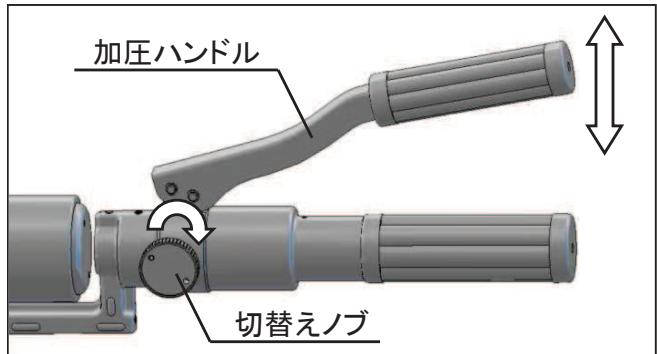

図5
4. 切替えノブを右(パンチング側)に回し、加圧ハンドルを操作すると徐々にパンチが被切断物に喰い込みますので貫通するまで加圧ハンドルを操作してください。貫通しますと加圧ハンドルの操作力が急激に軽くなります。(図5)